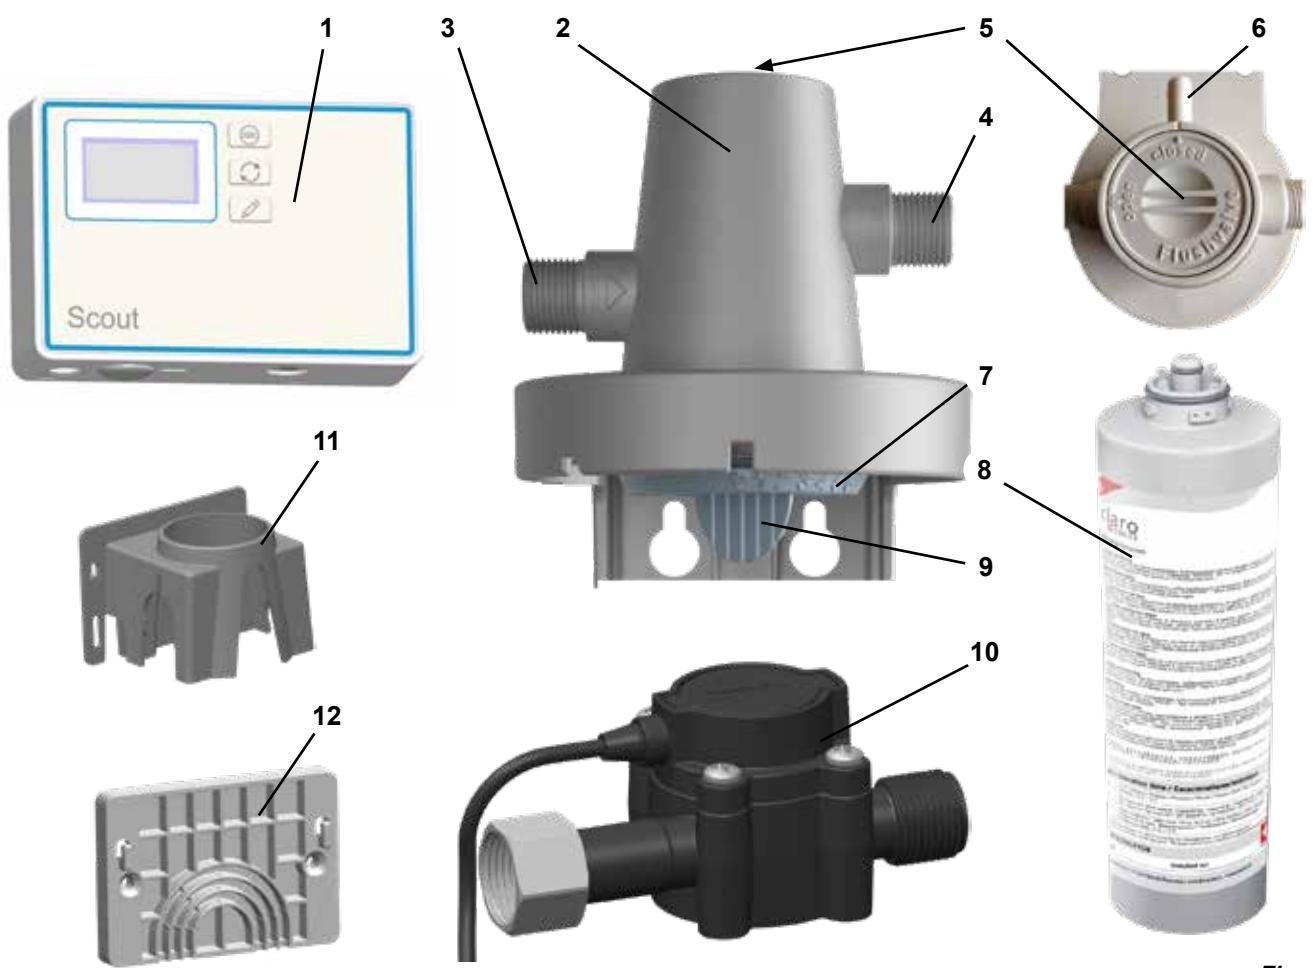

Fig. 1
**i** Für Hinweise auf Bedienelemente siehe Fig. 1 auf Seite 2 dieses Dokuments.
For information on operating elements, see Fig. 1 on page 2 of this document.
*Pour les renseignements sur les éléments de commande, voir Fig. 1 à la page 2 de ce document.*
*Per informazioni sugli elementi di comando, vedere Fig. 1 a pagina 2 del presente documento.*
**i** Para mayor información sobre los elementos de mando, véase Fig. 1 de la página 2 de este documento.
**i** Para informações sobre os elementos de comando ver Fig. 1 na página 2 desse documento.
**i** Информация об элементах управления, см. Рис. 1 на странице 2 данного документа.
**i** Aby uzyskać wskazówki dotyczące elementów obsługi patrz Rys. 1 na stronie 2 niniejszego dokumentu.
**i** 有关操作元件的信息，请参阅本文档第2页的“图1”。
**i** 操作エレメントについては、本書2ページの 図1 を参照して下さい。